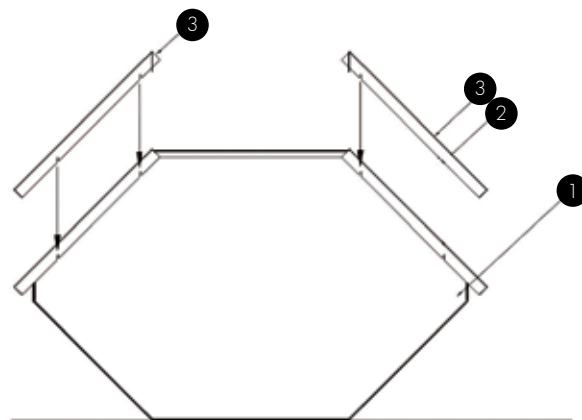

Fig 3
8.2. Montage des panneaux finition inox pour réfrigérateur d'angle autoportant (voir figure 3)